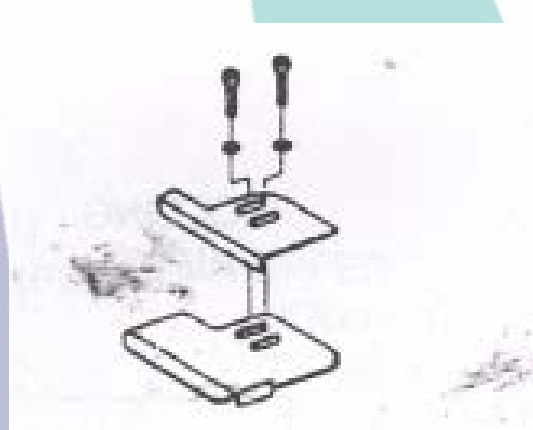

FIGURA 11. GUIA DE ENTRADA
- 4.** Coloque uma bobina de cinta no flange de plástico A, permitindo que o eixo saia através do filme de plástico. O desembolso deve ser feito no topo da bobina para que o freio de fricção funcione corretamente, conforme mostrado na Figura 11.